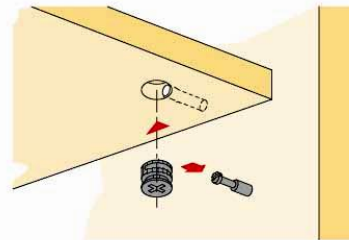

Рис.2 Схема установки эксцентрика
1. Детали 3, 4 прикрепить к детали 9 евровинтами (В), с помощью ключа (З) (см. рис.2);